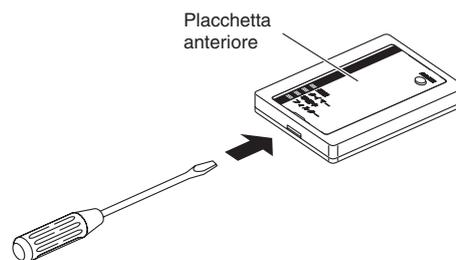

Fig. 11-23
1. Inserire nella scanalatura sul fondo del ricevitore un cacciavite standard o un utensile analogo. Aprire facendo forza con il cacciavite e rimuovere la scatola inferiore. (Fig. 11-23).